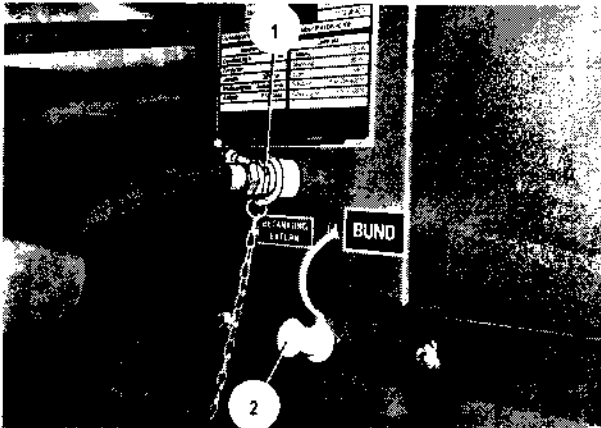

Bild 64
3. Kraftstoffansauggerät anschließen; dazu Stopfen (Bild 64/2) vom Kraftstoffanschluss am SEA abziehen und Schnellverschluss (Bild 64/1) des Kraftstoffansauggeräts aufschieben.